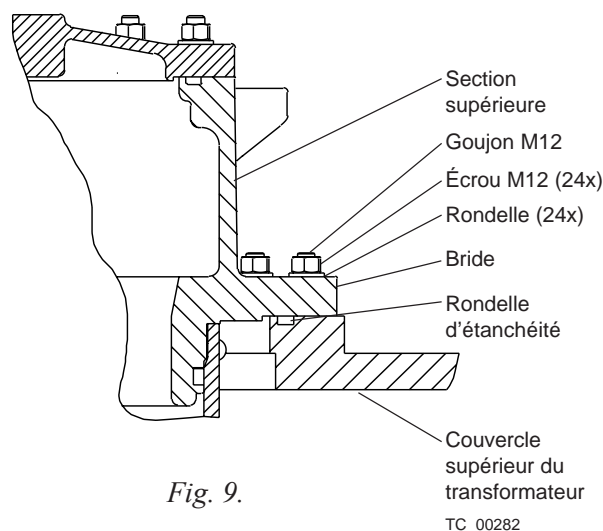

Fig. 9.
2. Ajuster le joint sur la bride du couvercle du transformateur du changeur de prises en charge. Voir fig. 9 (le joint n'est pas fourni).
9. Installer les 24 rondelles et écrous M12 (voir fig. 9), et serrer ces derniers.
2. Ajustez le joint sur la bride du couvercle du transformateur du changeur de prises en charge (voir fig. 9; le joint n'est pas fourni).
4. Installer les 24 rondelles et écrous M12 (voir fig. 9), et serrer ces derniers.